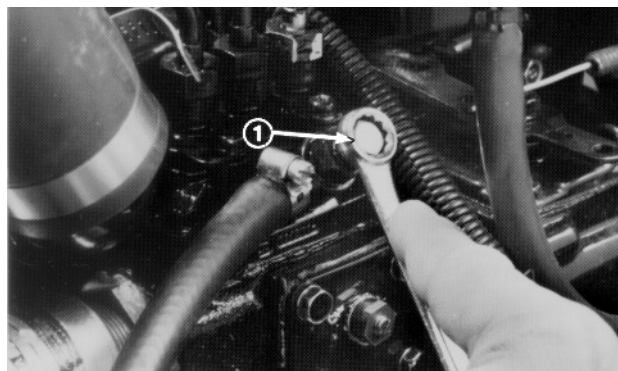

Fig. 13
4. Aprire la vite di spurgo dell'aria sulla pompa di iniezione del carburante (Fig. 13) con una chiave da 10 mm.